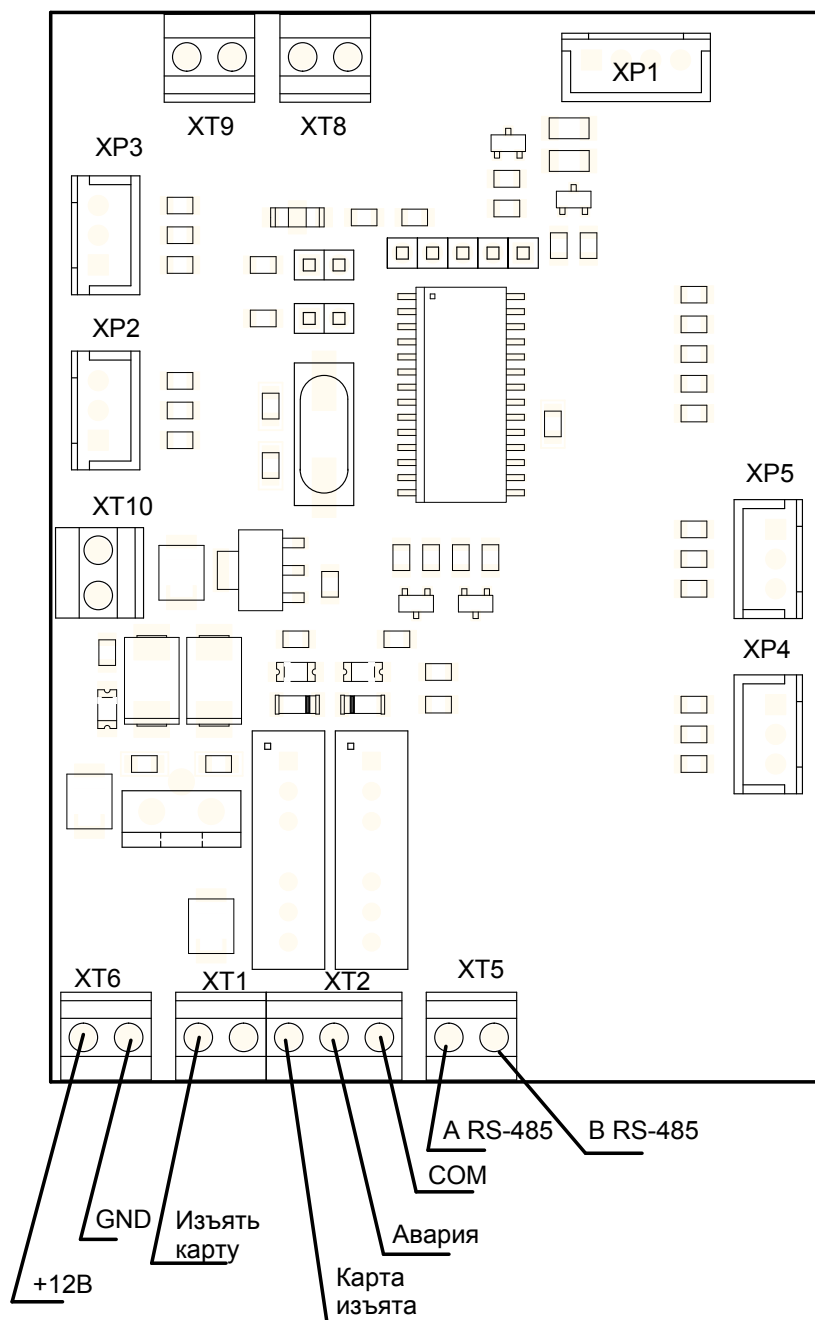

Рисунок 3 – Плата управления картоприёмником
5.3.2 Кабель питания (9)\* подключается к клеммной колодке ХТ6 платы управления картоприёмником (см. рисунок 3 и Приложение А, рисунок А.1).
5.4.1 Линии интерфейса RS-485 считывателя, расположенного с внутренней стороны крышки (3) картоприёмника, подключены к плате управления картоприёмником. Таким образом, выходы считывателя выведены на контакты 1 (RS-485 A) и 2 (RS-485 B) клеммной колодки XT5 (см. рисунок 3).